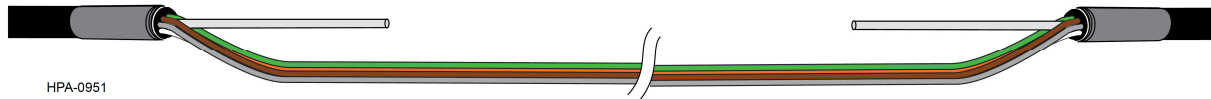

Abbildung 14
Schritt 7: Die Aderhüllen vom Zentralelement trennen und das Zentralelement an beiden Enden des Mid-spans (in der Nähe der Bandmarkierungen) auf die für die Zugabfangung geeignete Länge schneiden. Falls eine Kabelzugabfangungsvorrichtung, die auf den Mantel geklemmt wird, installiert werden soll, müssen über dem Bereich, in dem die Klemmen den Mantel berühren, drei Schichten Vinylband angebracht werden (Abbildung 14).